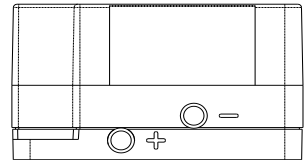

图 4
2. 软管连接。配件中提供了一条长 2m，内径 5.0mm 的塑料软管，可视现场情况裁剪使用。建议用尽可能短的软管，连接上述连接附件和开关体上的压力接口。高压端接到“+”口，位于开关体的底部。低压端接到“-”口，位于开关体的中部，如图 4。